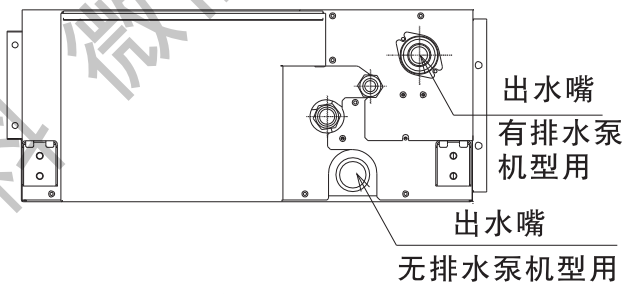

图 9-1
- (1) 排水管的连接位置见图9-1、9-2。
- (2) 准备外径为32mm的聚氯乙烯管。
- (3) 用粘合剂和工厂提供的管箍③固定聚氯乙烯管到排水管⑦上, 聚氯乙烯排水管向下倾斜度为 1/25~1/100。
- (4) 接好排水管后需裹保温材料⑧。
- (1) 排水管的连接位置见图9-1、9-3。
- (3) 用粘合剂和工厂提供的管箍③固定聚氯乙烯管到排水管接头上，聚氯乙烯排水管向下倾斜度为1/25~1/100。
- (5) 如需追加外接排水泵，请与日立公司联系，使用本公司指定的型号。